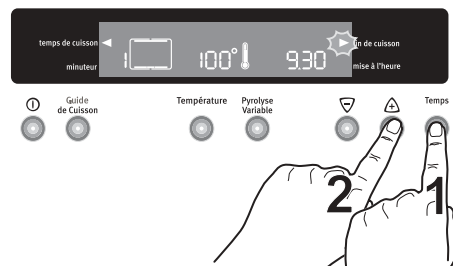

Fig. 13
2. Appuyez sur la touche "**Temps**" jusqu'à sélectionner la fonction "**Fin de cuisson**" et que le voyant correspondant clignote. Le bandeau de commande affiche le temps de fin de cuisson (c'est-à-dire, l'heure exacte + le temps de durée de cuisson) (Fig. 13).